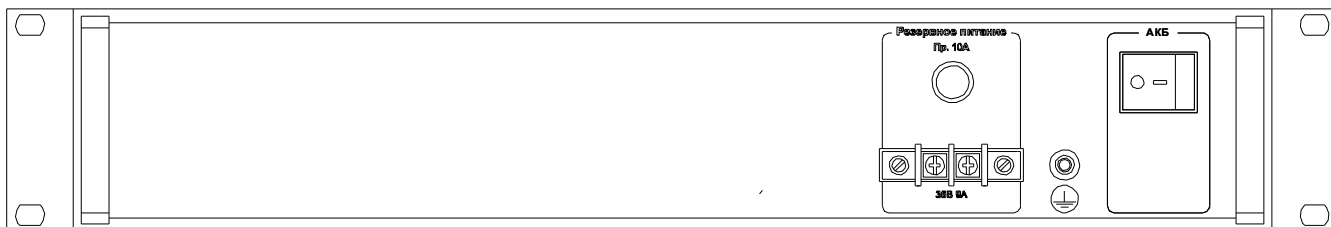

Рис. 2 Задняя панель блока БРП-36/7 (БРП-36/14).
2.2 Задняя панель блока БРП-36/7 (БРП-36/14) показана на Рис.2